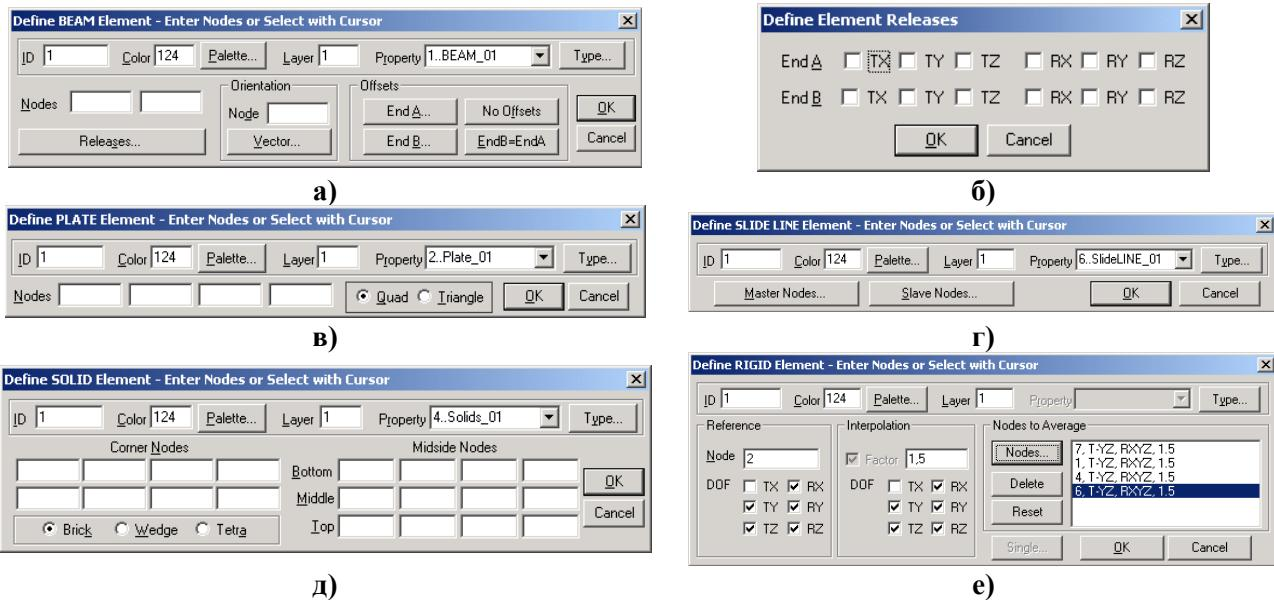

Рис.3.15. Характерний вигляд діалогових панелей:
Окремі СЕ на основі повного набору вузлів (або точок) можна створити за допомогою команди **Model→Element...** (увага: необхідно заздалегідь створити відповідні „Property”). З'являється діалогова панель з характерним початком назви „**Define ...**”. Її вигляд відповідає типу СЕ (див. рис.3.15), який можна змінити (кнопка „**Type...**”). На панелі можна:
- для одновимірних СЕ типів **CURVED TUBE**, **BAR**, **BEAM**, **CURVED BEAM** та **GAP** у секції „**Orientation**” (див. рис.3.15-а) ввести додатковий вузол (або вектор), що визначає його орієнтацію (див. рис.Д3.1);
- для одновимірних СЕ типу **BEAM** та **CURVED BEAM** у секції „**Offset**” (див. рис.3.15-а) призначити на обох кінцях відстані (див. рис.Д3.1); кнопкою „**Releases...**” викликати діалогову панель „**Define Element Releases**” (див. рис.3.15-б), де заборонити деякі ступені свободи вузлів на кінцях СЕ;
- для двовимірних СЕ усіх типів (див. рис.3.15-в) та віссиметричного СЕ вказати кількість кутових вузлів: „**Quad**” (четири) або „**Triangle**” (три); для тривимірного (див. рис.3.15-д) – форму СЕ: „**Brick**” (гексаедр, 6 граней), „**Wedge**” (призма з трикутною основою, 5 граней) або „**Tetra**” (тетраедр, 4 грані);
- ввести номера вузлів, на основі яких буде створюватися СЕ (див. рис.3.15), причому для всіх типів СЕ, крім випадків, зображених на рис.3.15-г, е, якщо оставити поля з номерами вузлів пустими, то після команди „**OK**” з'явиться стандартний діалог обиранні вузлів. **Увага:**
- для СЕ типу **SLIDE LINE** (див. рис.3.15-г) сформувати набори *провідних* (кнопка „**Master Node...**”) та *ведених* (кнопка „**Slave Node...**”) вузлів, причому кожний такий набір повинен мати однакову кількість вузлів, а напрямок обходу – проти часової стрілки. **Увага:** по-перше, площа, в якій розташований цей (плоский) СЕ – тільки **XY**, тому, якщо потрібно, необхідно ввести локальну систему; по-друге, цей СЕ у своїй площині повинен бути „*розтягнутим*” вздовж всієї можливої поверхні контакту. Більш докладно – у Розділі 6.3.7;
- для СЕ типу **RIGID** (див. рис.3.15-е) слід у секції „**Reference**” вказати номер „головного” вузла та заборонені ступені свободи, за допомогою кнопки „**Nodes**” викликати панель та обрати вузли, що будуть зв’язані з „головним” (**увага:** не більш 12 для одного СЕ, включно з „головним”). При необхідності – у секції „**Interpolation**” ініціювати опцію „**Factor**”, ввести значення коефіцієнта збільшення (зменшення) жорсткості зв’язку та вказати, яких „заборонених” ступенів свободи вузлів це стосується (більш докладно – у „**Help**”: **“FEMAP User Guide”** → **“Element Reference”** → **“Other Elements”**). Про інший варіант створення зв’язків – у Розділі 6.1.2.4.